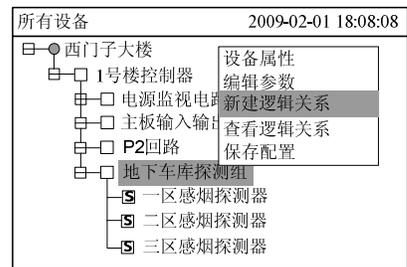

图 24-3
树状图显示出来（图 24-3）。按“↓”/“↑”键查找需要新建联动关系的组。
3. 按“→”键弹出快捷菜单（图 24-3），然后按“↓”键选择“新建辑逻辑关系”，再